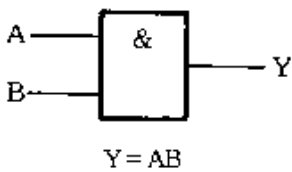

图 2-354
① 与门的电路符号如图 2-354 所示,A、B 为输入端,Y 为输出端。与门的逻辑关系为 $Y = AB$,即只有当所有输入端 A 和 B 均为“1”时,输出端 Y 才为“1”;否则 Y 为“0”。与门可以有更多的输入端。